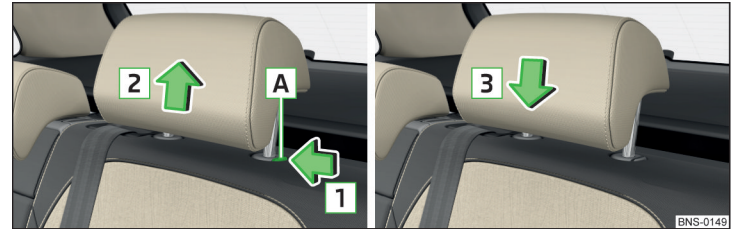

Abb. 103 Kopfstütze der zweiten Sitzreihe herausnehmen/einsetzen
- › Die Sicherungstaste **A** in Pfeilrichtung **1** halten und die Stütze in Pfeilrichtung **2** herausnehmen » Abb. 103.